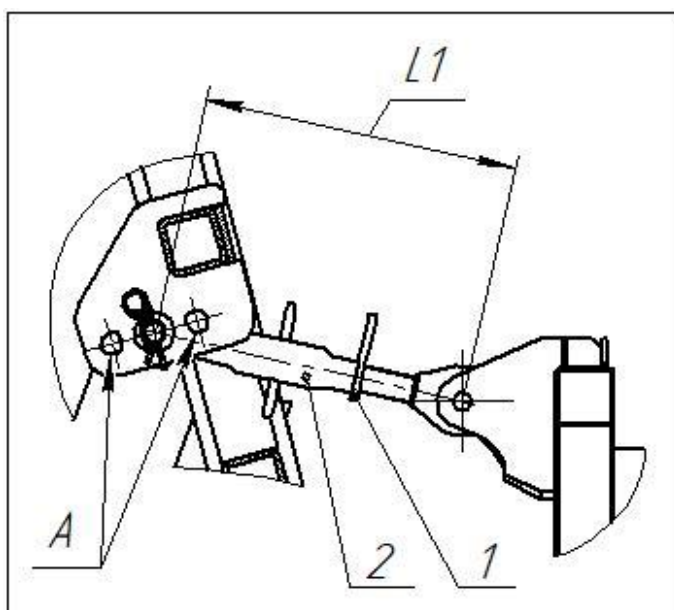

Рисунок 32. Тяга регулировочная
2.2.11. Отрегулировать длину L1 тяги регулировочной 1 до совмещения с верхним отверстием трехточечной сцепки рис. 32. Вставить палец (ось) в верхнее отверстие трехточечной сцепки и зашплинтовать. Для удобства в проушине рамки параллелограмма выполнены дополнительные отверстия А.